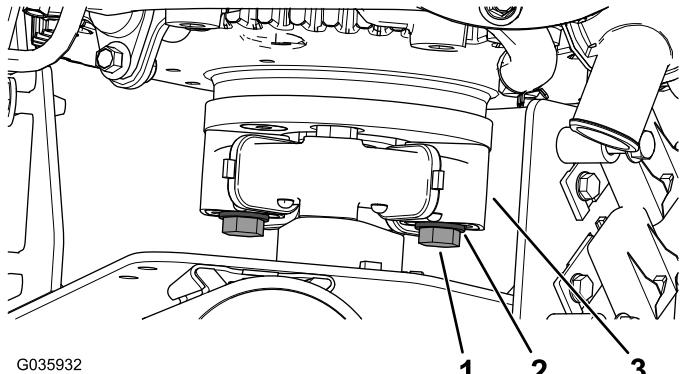

Figura 4
- Rimuovete i 2 bulloni e le 2 rondelle dal gruppo accoppiatore (Figura 4).